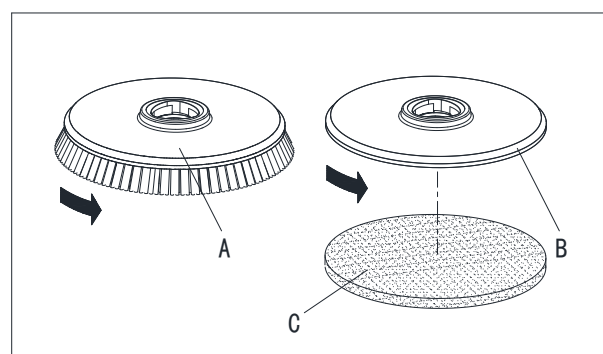

Рисунок 4
Установите или щетку (А, Рисунок 4) или штатив подкладки (В и С, Рисунок 4) в соответствии с типом пола для уборки.
1. Вставьте ключ зажигания (54) и поверните на "О".
2. Поднимите настил, нажав на педаль (10).
3. Если машина оснащена, поверните регулировку скорости (56) на холостом ходу, повернув ее против часовой стрелки.
4. Поместите щетки (А, Рис. 4) или штатив подкладки (В) под настил (21).
5. Опустите настил на щетки/штативы подкладки, нажав на педаль (10).
6. Поверните ключ зажигания (54) на "I".
7. Нажмите на щетку/штатив подкладки и вакуумный системный переключатель (60).
8. Нажмите на одну щетку/переключатель передней передачи (50), чтобы запустить щетку/штатив подкладки, затем отпустите. При необходимости повторяйте процедуру до тех пор, пока щетки/штативы подкладки не запустятся.